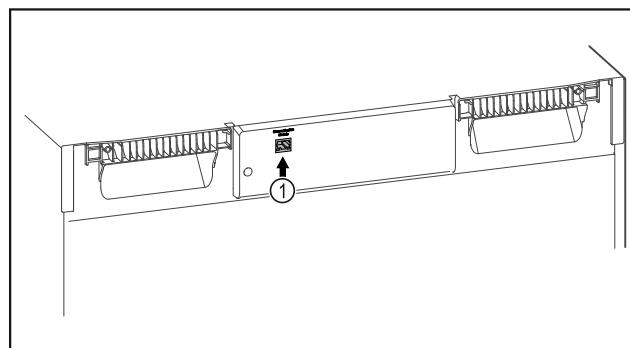

Fig. 115
- El SmartModule Fig. 115 (1) está colocado.